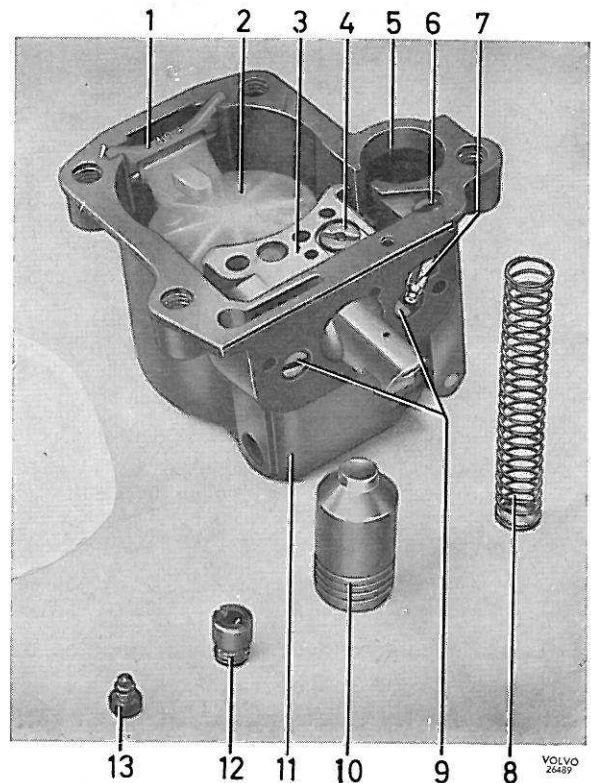
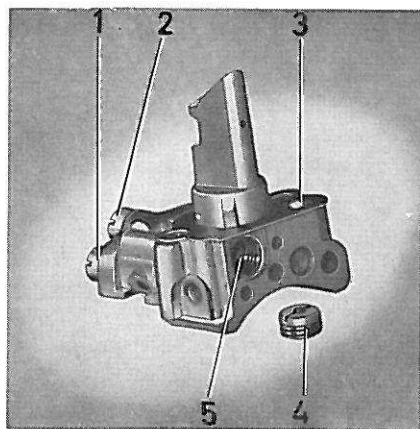

Figure 82. Cuve à niveau constant
Figure 83. Chambre d'émulsion
Pour le nettoyage du carburateur, il suffit souvent de démonter la cuve à niveau constant, de sortir le flotteur et de dévisser le gicleur d'air de ralenti (4, figure 82), ainsi que le gicleur de ralenti qui est placé sous le gicleur d'air. Démonter également le piston de la pompe de reprise et la vis de richesse, cette dernière étant situé sur le corps du carburateur. Démonter le pointeau et le vérifier ou le nettoyer. Laver toutes les pièces avec de l'alcool ou du white spirit. Nettoyer tous les canaux et gicleurs à l'air comprimé, même le trou pour la vis de richesse.
2. Enlever le bras de fixation (1, figure 82) et retirer le flotteur (2). Bien noter le mot "TOP" marqué sur le bras de fixation.
3. Enlever les vis (9) de la chambre d'émulsion et retirer cette dernière.
4. Enlever tous les gicleurs de la chambre d'émulsion, figure 83.
5. Démonter le piston de la pompe de reprise, le ressort, les soupapes d'aspiration et de refoulement, ainsi que le gicleur de pompe, voir figure 82.